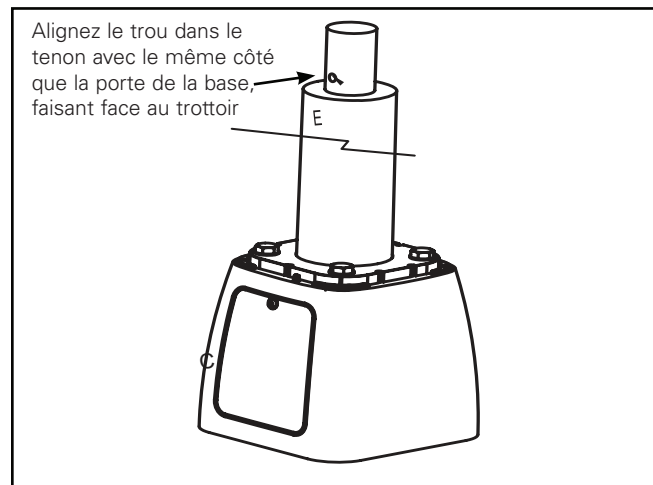

Figure 1. Détail du montage du poteau
1. En utilisant les boulons d'ancrage comme guide, alignez les quatre fentes au bas de la base du transformateur et glissez la base du transformateur sur le dessus des boulons d'ancrage. (Figure 1.)
1. Assurez-vous que le trou dans le tenon du poteau soit face à la maison (côté opposé à la rue) (Figure 1).